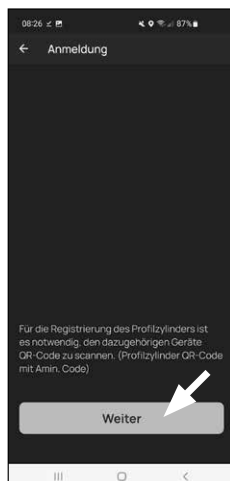
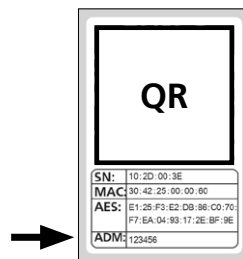

Fig. 3
Fig. 4
③ Vous êtes invité à scanner le code QR fourni pour le cylindre, à l'aide de la caméra du smartphone (Fig. 3). Le code QR se trouve sur l'autocollant joint à l'emballage (Fig. 4).
! Attention : Deux autocollants avec des codes QR accompagnent le kit, d'une part pour le cylindre, d'autre part pour le clavier. Vous identifiez le code QR nécessaire ici au cylindre au code administrateur en bas sur l'autocollant, signalisé par la désignation « ADM » (Fig. 3).
④ Appuyez sur « Continuer » (Fig. 4). Il se peut que vous soyez invité à confirmer l'accès de l'application à la caméra.
⑤ La fenêtre d'enregistrement de la caméra s'ouvre. Scannez le code QR.
⑥ Un message apparaît immédiatement avec les données de votre cylindre : confirmez-le en bas à droite par « OK » (Fig. 4).